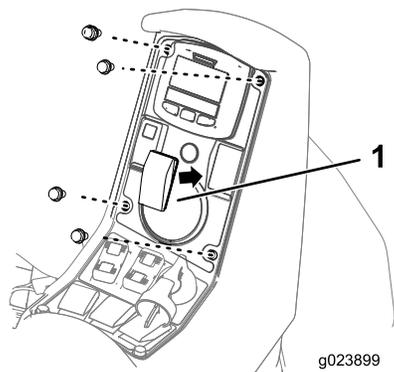

Figura 4
- Instale el interruptor de Encendido/Apagado, según se muestra en Figura 4.
Interruptor de Encendido/Apagado de la espuma – activa el compresor, generando un flujo de espuma a ambos tramos de brazo simultáneamente (Figura 4).